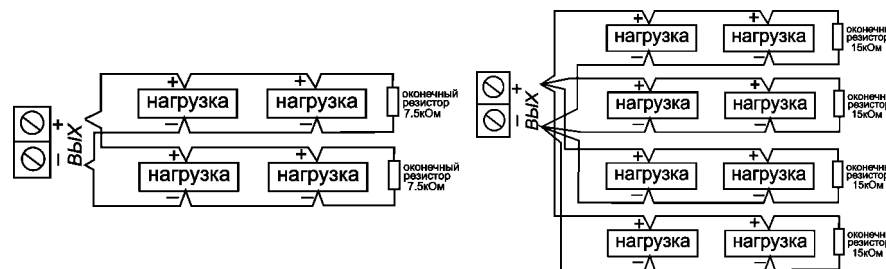

Рисунок 10 – Подключение нагрузки к контролируемым выходам
3. Допускается разводка контролируемых выходов звездой. Значение оконечных резисторов определяется числом ответвлений. При двух лучах оконечные сопротивления по 7,5 кОм, при четырех - по 15 кОм (рисунок 10). Максимальное число ответвлений – 4.